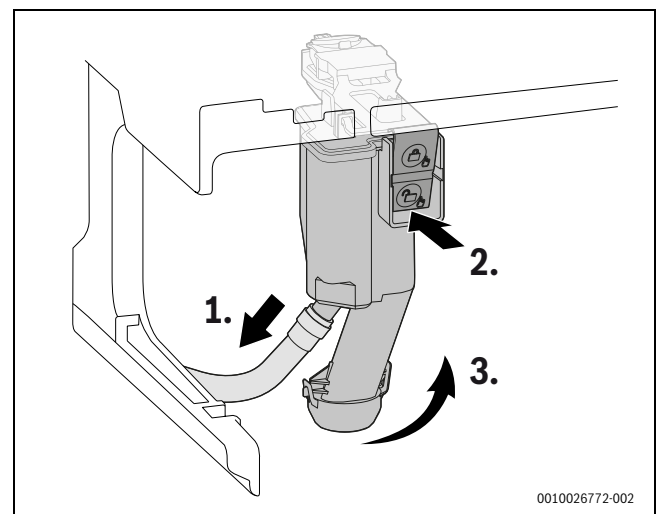

Bild 158 Kondensatsiphon ausbauen
- Kondensatsiphon aus dem Gerät nehmen (→ Bild 158, Seite 75).